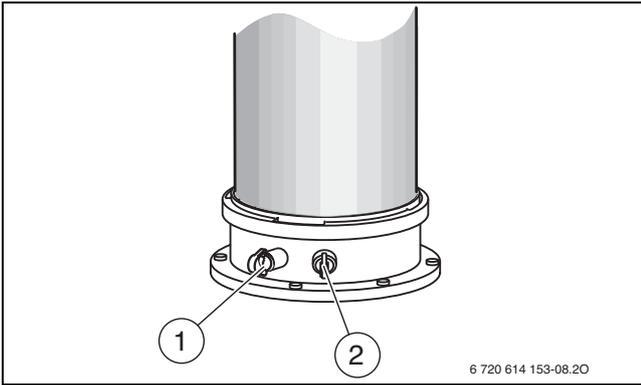

Рис. 47 Штуцер для измерения дымовых газов и штуцер для измерения воздуха для горения
- ▶ Снимите заглушку с измерительного штуцера дымовых газов [1] (→ рис. 47).